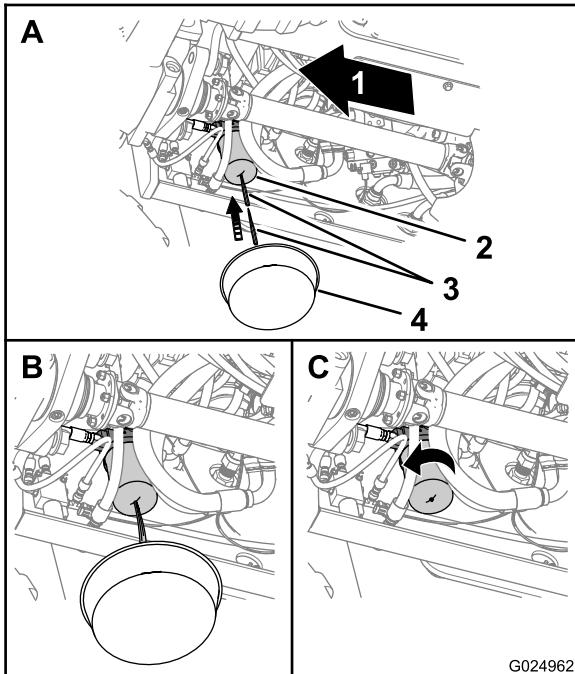

Figura 102
- 1. Collocate una bacinella di spurgo sotto il filtro dell'olio della trasmissione (Figura 102).
2. Punzionate la base del filtro della trasmissione e lasciate defluire il fluido idraulico restante nella bacinella di spurgo (Figura 102).
3. Togliete il filtro della trasmissione con una chiave per filtri e scartatelo (Figura 102).
6. Montate il nuovo filtro a mano e serrate il filtro da mezzo a tre quarti di giro dopo che il filtro entra in contatto con la relativa testa (Figura 102).